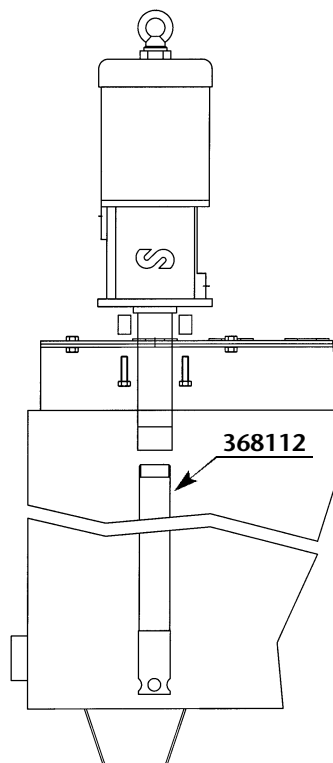

Fig. 3
- b. Tank mounting. Screw the suction tube (368112) into the foot valve. Insert the pump through the flange of the tank cover. Secure the pump to the flange (see figure 3).
- b. Fixation sur citerne. Serrer le tube prolongateur (368112) à la pompe. Introduire le tube à l'intérieur de la bride du couvercle de la citerne. Visser la pompe à la bride (voir figure3).